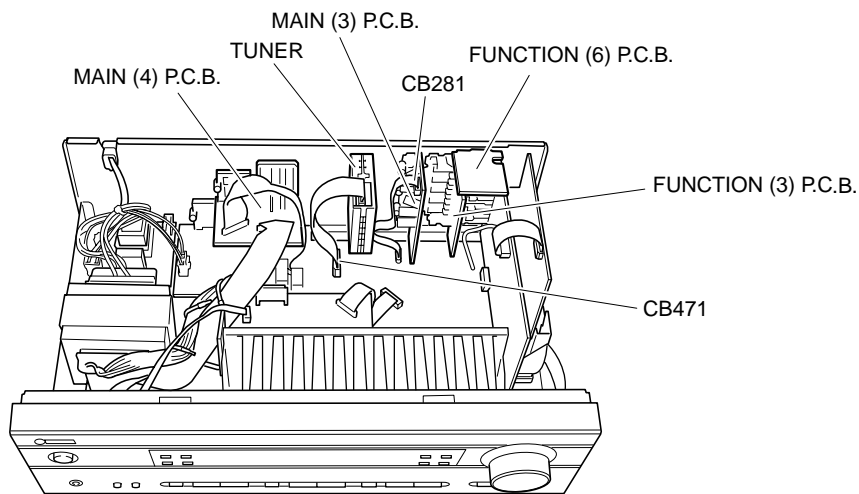

Fig. 4
4. Removal of MAIN (3), MAIN (4), FUNCTION (3), FUNCTION (6) P.C.B.s and Tuner
- a. Remove CB281 and CB471. (Fig. 4)
- c. Remove MAIN (3), MAIN (4), FUNCTION (3), FUNCTION (6) P.C.B.s. and the Tuner. (Fig. 4)
4. MAIN (3)、MAIN (4)、FUNCTION (3)、FUNCTION (6)、TUNERの外し方
- a. CB281、CB471を外します。(Fig. 4)
- c. MAIN (3)、MAIN (4)、FUNCTION (3)、FUNCTION (6)、TUNERを取り外します。(Fig. 4)